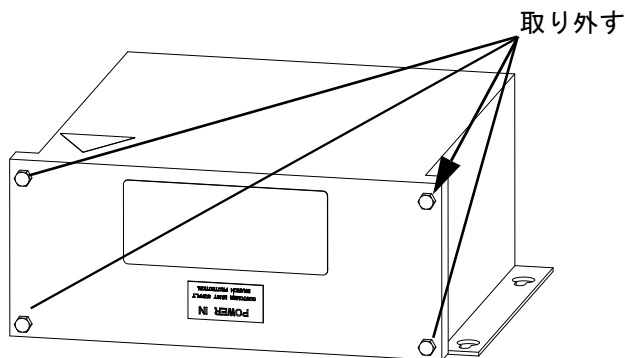

図 8: 独立型変圧器
3. 図 8に図示された変圧器の4つのネジを取り外し、前面カバーを取り外します。